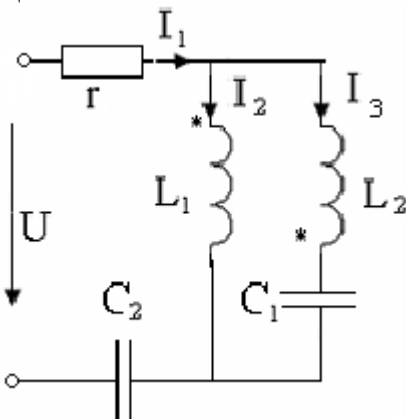

Рис. 75
54. Найти входное сопротивление цепи (рис. 75), для которой $r = x_{L1} = 20$ Ом, $x_{C1} = 10$ Ом, коэффициент связи катушек $k=1,5$, двумя способами: